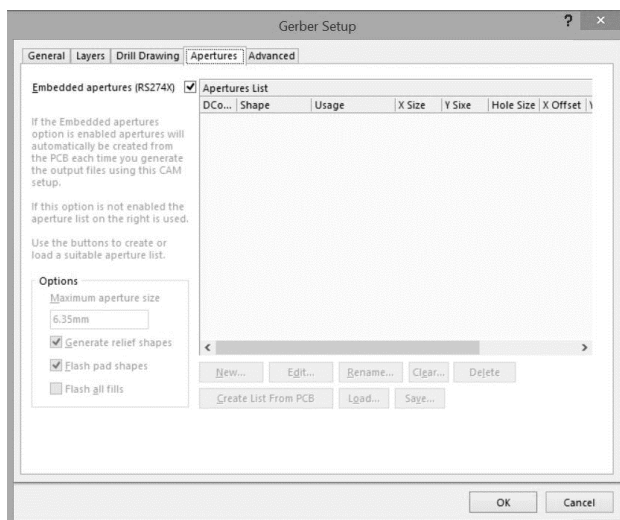

Рис. 3.84. Вкладка «Апертуры»
3) Задать конфигурацию слоев во вкладке Layers (рис. 3.84).